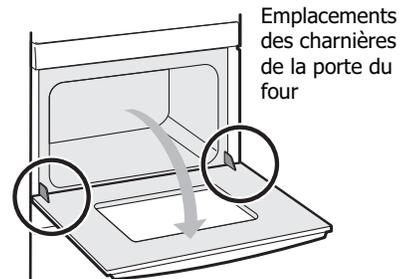

Figure 19 : Emplacement des charnières de la porte
1. Ouvrez complètement la porte du four de façon à ce qu'elle soit parallèle au sol (voir Figure 19).
3. Ouvrez complètement la porte du four, parallèlement au sol (voir Figure 19).